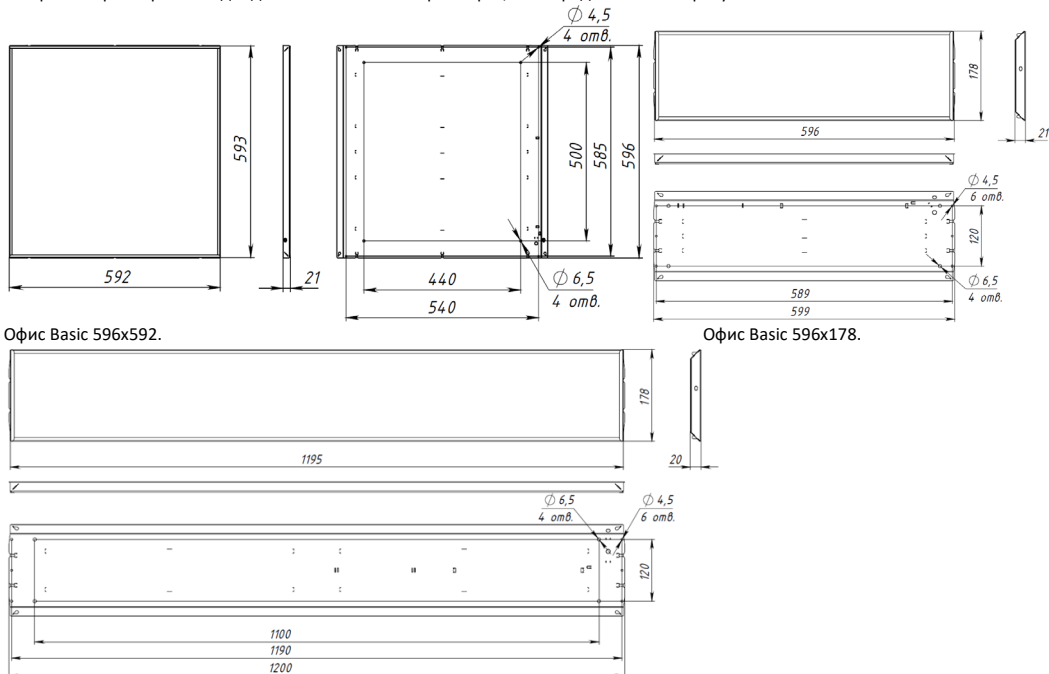
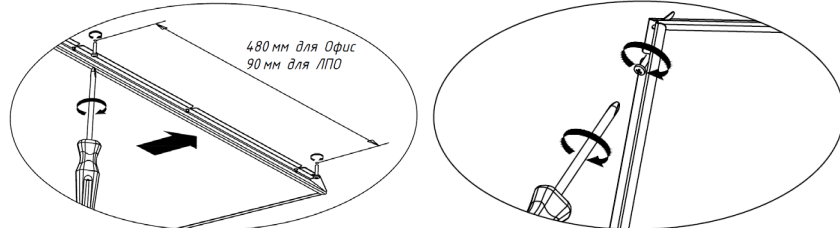

Рисунок 1. Габаритные размеры.
Рисунок 6
- 1) Разметить и подготовить в поверхности два отверстия (рекомендуемый диаметр винтов 4-5мм). Расстояние между отверстиями см. рисунок 1 и рисунок 6.